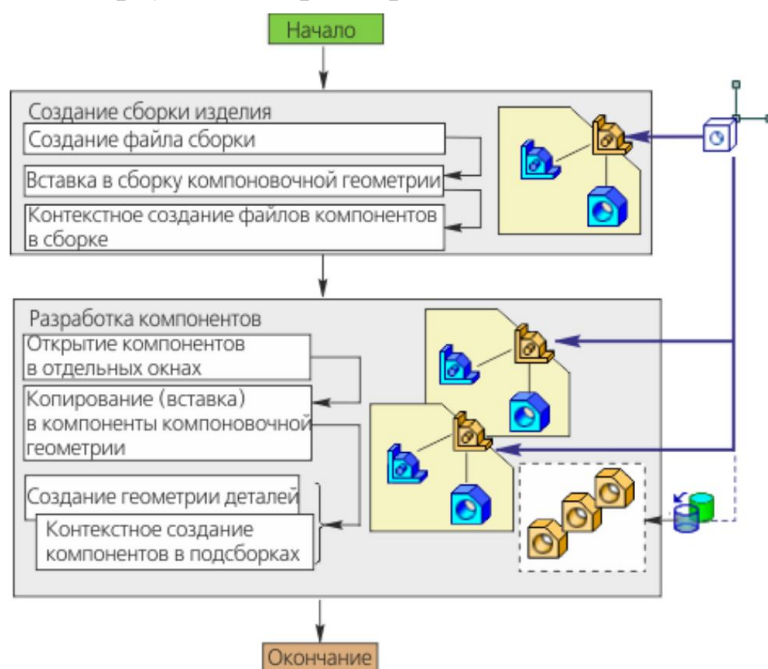

Рис. 6.3. Схема проектирования сверху вниз с предварительной компоновкой
*Методика «Сверху вниз с предварительной компоновкой» (Рис. 6.3.)*